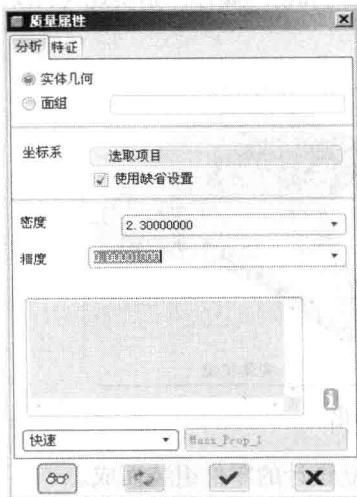

图 1-7 【质量属性】对话框
- 在【质量属性】对话框中，设定该模型的材料为陶瓷，密度为 $2.3\text{g}/\text{cm}^3$ ，如图 1-7 所示。